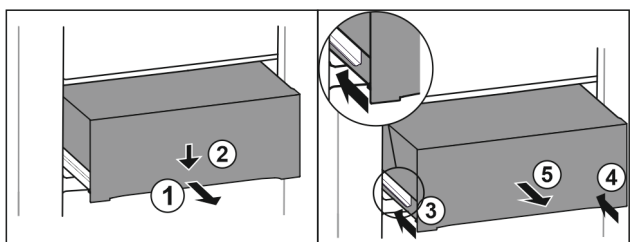

Fig. 225
- Tërhiqni jashtë sirtarin deri në gjysmë. Fig. 225 (1)
- Shtypni për poshtë sirtarin në pjesën përpara. Fig. 225 (2)
- Shtyni brenda shinën e majtë rreth 2 cm. Fig. 225 (3)
- Shtyni brenda shinën e djathtë rreth 2 cm. Fig. 225 (4)
- Hiqeni sirtarin nga përpara. Fig. 225 (5)